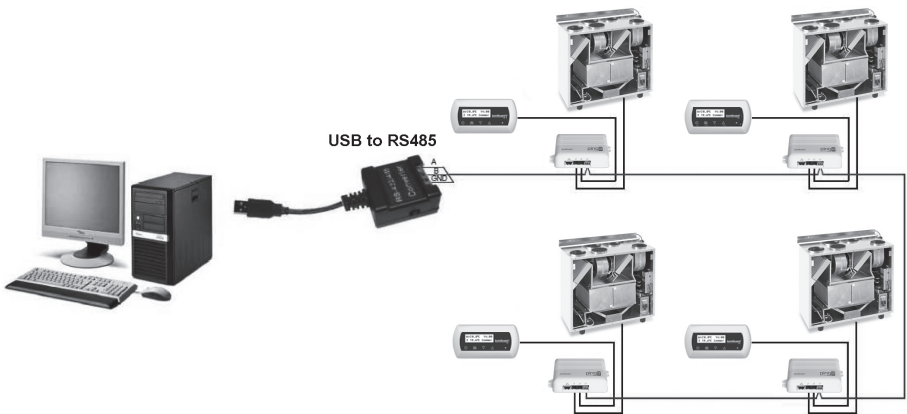

Bild 3b
3. Modbus-ID des Lüftungsgeräts: 1-247, 254 (Bild 3b).